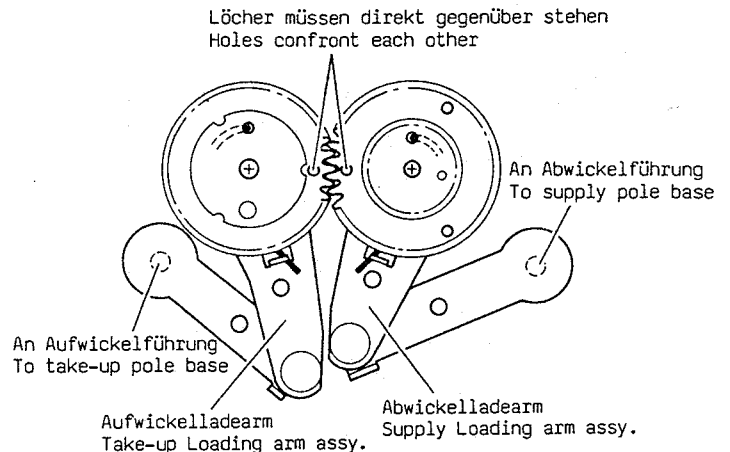

Fig. 1-3-2 Ladearmeinheit (2)
2. Auf- und Abwickelladearm sind so einzubauen, daß sich die beiden Bohrungen direkt gegenüberstehen, s. Fig. 1-3-2. Bis zum nächsten Schritt dürfen die Ladearme nicht aus dieser Position bewegt werden.
2. Install the take-up loading arm assembly and the supply loading arm assembly so that the holes on the loading gears face each other, as shown in Fig. 1.3.2. Do not move the loading arm assemblies from this position for the next step.